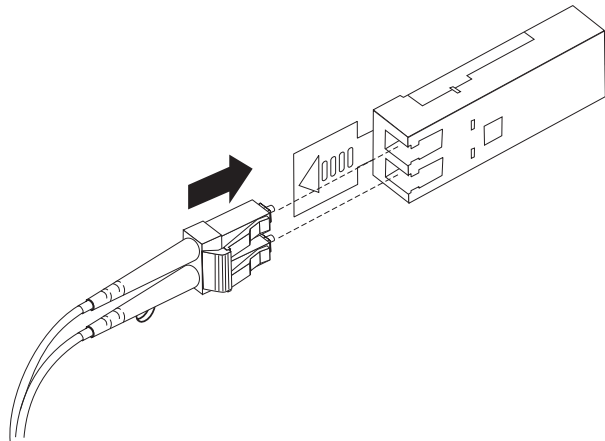

Figura 21. Inserindo um Cabo Fibre Channel LC-LC em um Módulo SFP
4. Insira com cuidado essa extremidade do cabo LC-LC em um módulo SFP instalado no DS3400. O conector do cabo é chaveado para instalação correta. Segurando o conector, empurre o cabo até que ele se encaixe na posição, conforme mostrado na Figura 21.